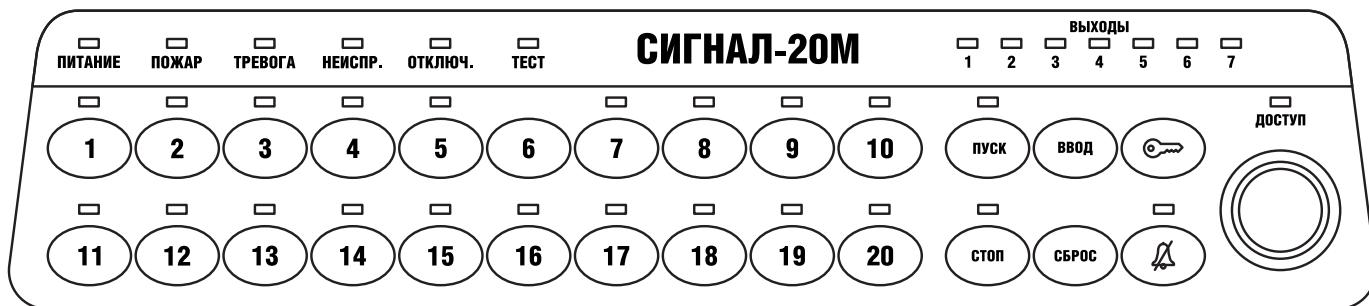

Рисунок 1.4.1. Внешний вид лицевой панели прибора.
1.4.1.4 На лицевой панели прибора размещены органы управления и индикации (см. Рисунок 1.4.1):